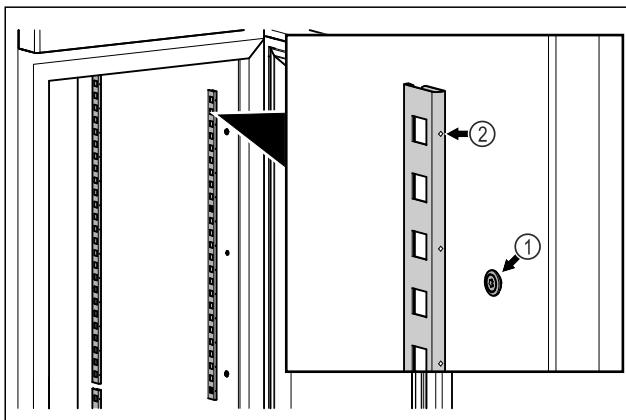

Fig. 15 Ενδεικτική απεικόνιση
- Αναρτήστε τα προφίλ ασφάλισης στην ανάρτηση Fig. 15 (1). Το σημάδι Fig. 15 (2) πρέπει να δείχνει προς τα εμπρός.